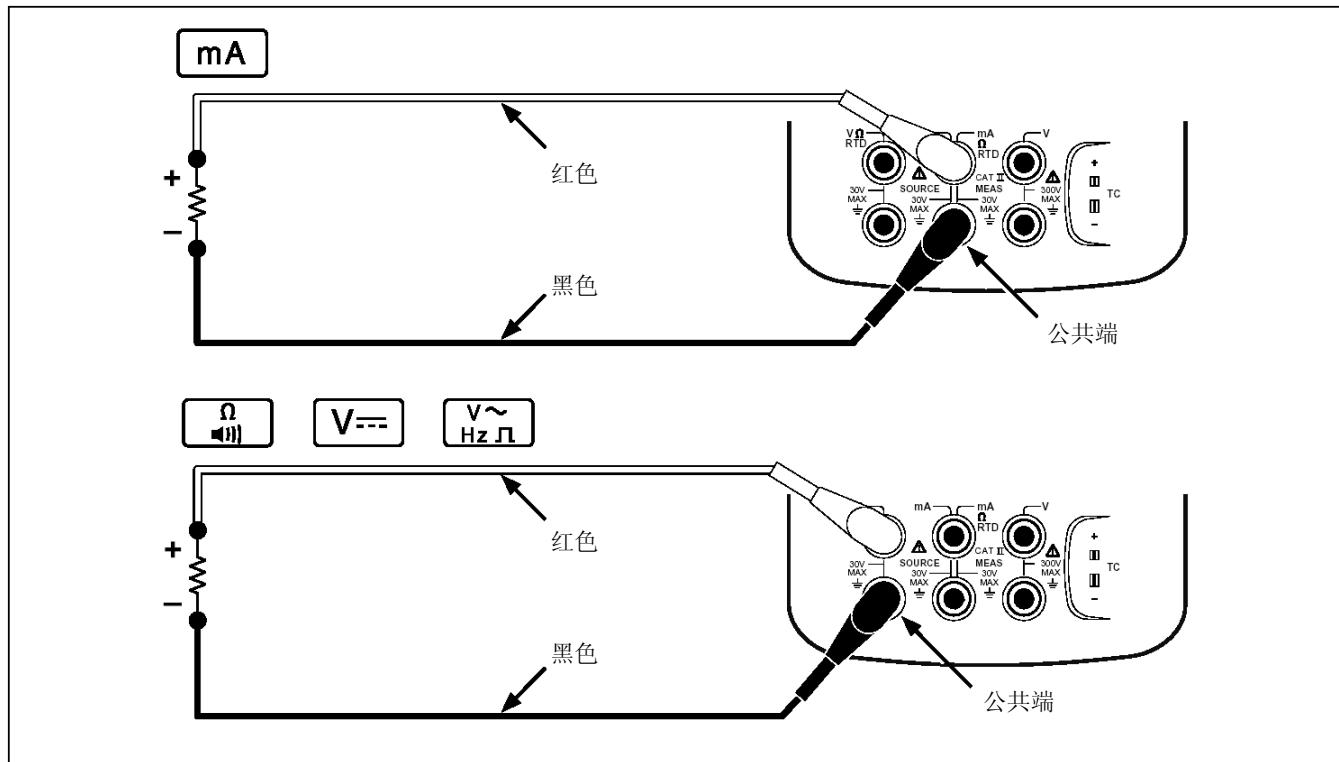

图 16 电气输出连接
1. 如图 16 所示，根据输出功能连接测试线。
3. 输入所需的输出值，然后按 。例如，要输出 5.0 V 直流，请按  ⑤  ① .